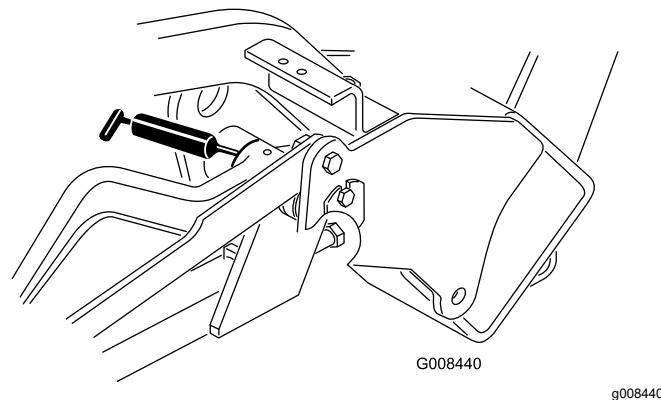

Figura 27
- Braços de elevação (3) (Figura 27)